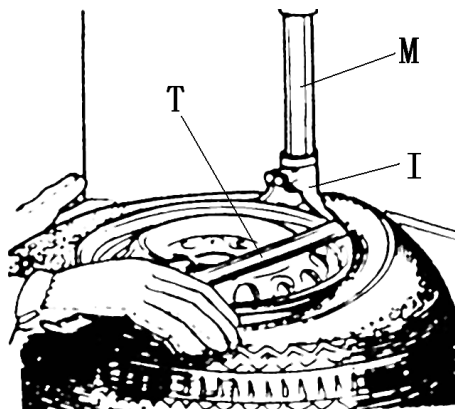

Bild 7
3. Placera klincharmen under däckets fäll nära monteringsändan och lyft fällen på monteringsändan (Bild 7).